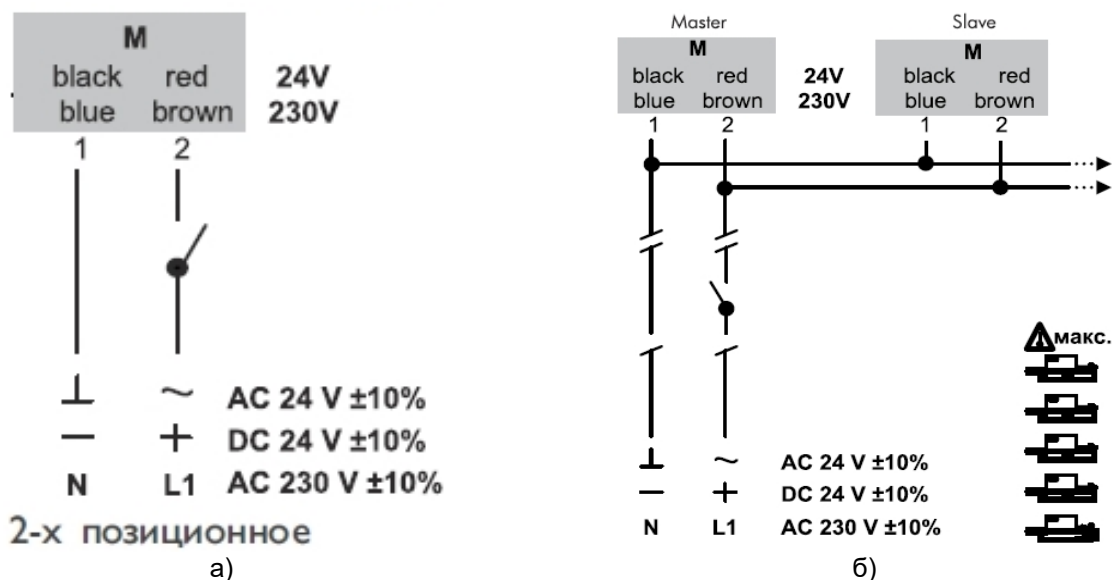

Рисунок 5 — Схемы подключения приводов:
4.3 Приводы в зависимости от исполнения подключают к питающему напряжению 24 В или 220 В (рисунок 5, а). Возможно их параллельное подключение (рисунок 5, б).